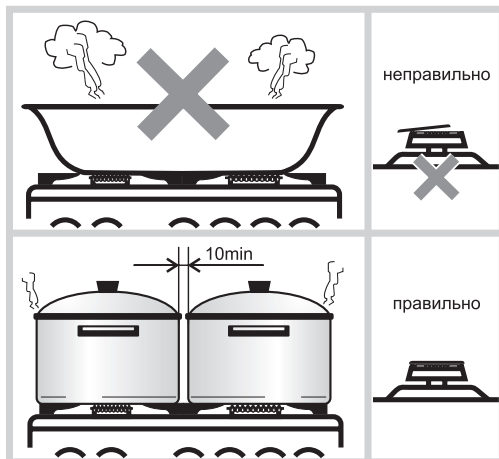

Рис. 16
- Размеры посуды (см. табл. 4 и рис. 16) и режим работы горелок нужно выбирать таким образом, чтобы пламя не выходило за края и не «лизало» боковые стенки.
- Запрещается устанавливать на решетки какие-либо дополнительные рассекатели пламени и пользоваться горелками со смещенными крышечками (рис. 16).